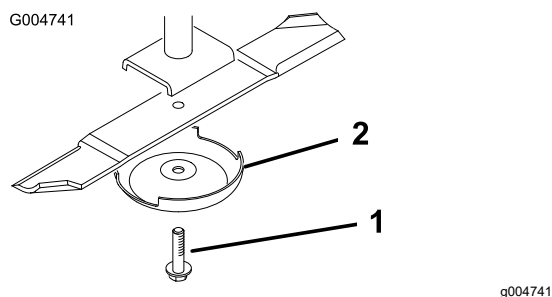

Bild 25
4. Entfernen Sie die Messerschraube, die Antiskalpierkuppe und das Messer von der Spindelwelle (**Bild 25**).